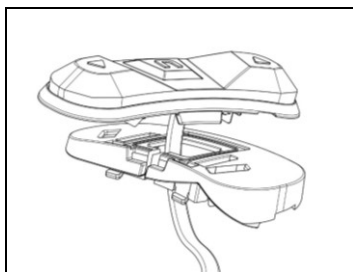

Fig. 18
- För in knappsatsens kabel i det särskilda stödet för hjälmen (Fig. 18).